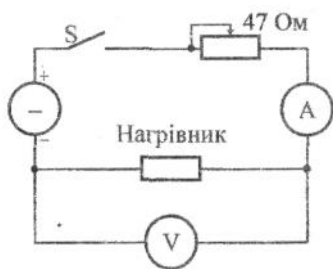
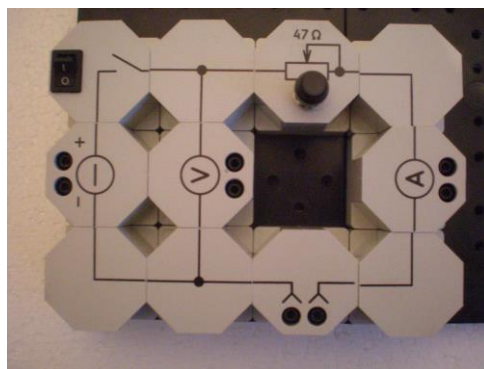

Рис. 6.
Рис. 7.
1. Скласти електричне коло за схемою на рис. 6 (Загальний вигляд розташування модулів на набірному полі зображений на рис. 7).